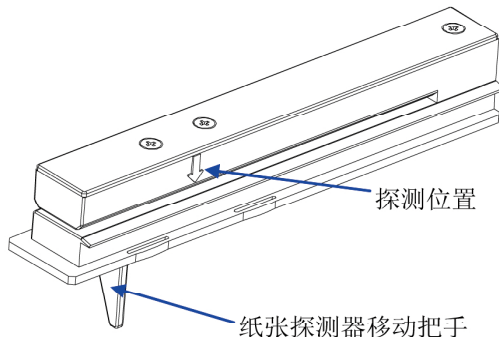

图 8
6. 将纸张探测器移到合适位置。如图 8 所示，使标签间隙（或定位黑标或定位孔）经过探测器上箭头标志的正下方。